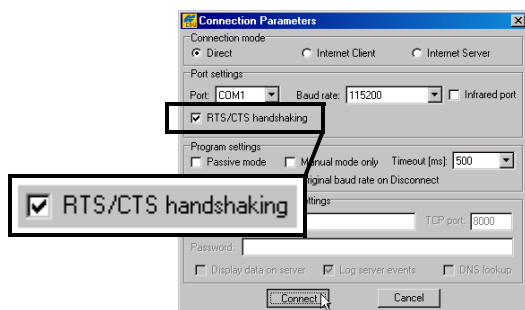

Figura 3-17. Parámetros de Conexión – Valores de la MINTER
3. En el cuadro de diálogo *Connection Parameters* (Parámetros de Conexión), habilite la negociación RTS/CTS (Figura 3-17).